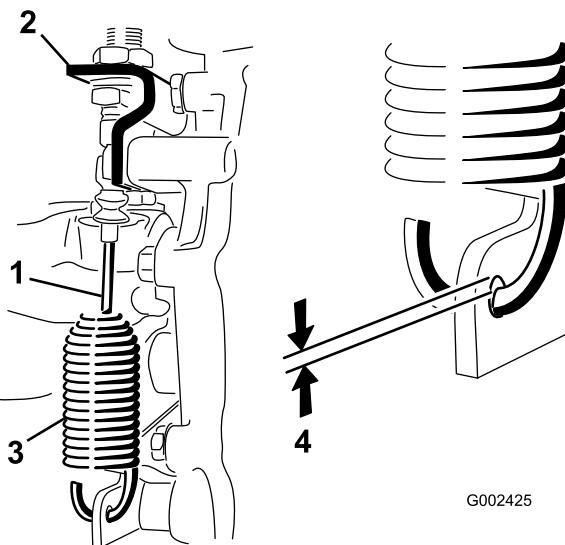

Figura 53
2. Alivie as porcas de segurança que fixam o cabo de bloqueio do diferencial ao suporte na transmissão (Figura 53).